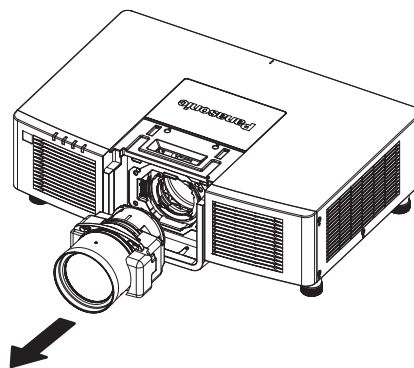

Fig. 4
4) Allineare il segno sull'obiettivo di proiezione (rosso) con il segno sporgente del proiettore e inserire l'obiettivo di proiezione fino in fondo. (Fig. 4)
- 4) **Rimuovere l'obiettivo di proiezione. (Fig. 4)**